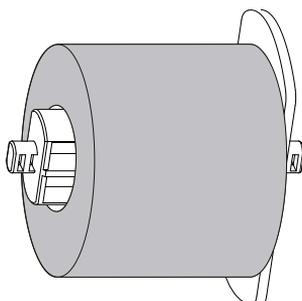

图 2-11
3. 将纸卷挡板套入纸卷轴，光滑面朝向纸卷(图 2-11)；
纸卷挡板未靠紧纸卷或未安装	按图2-11正确安装（第19页）